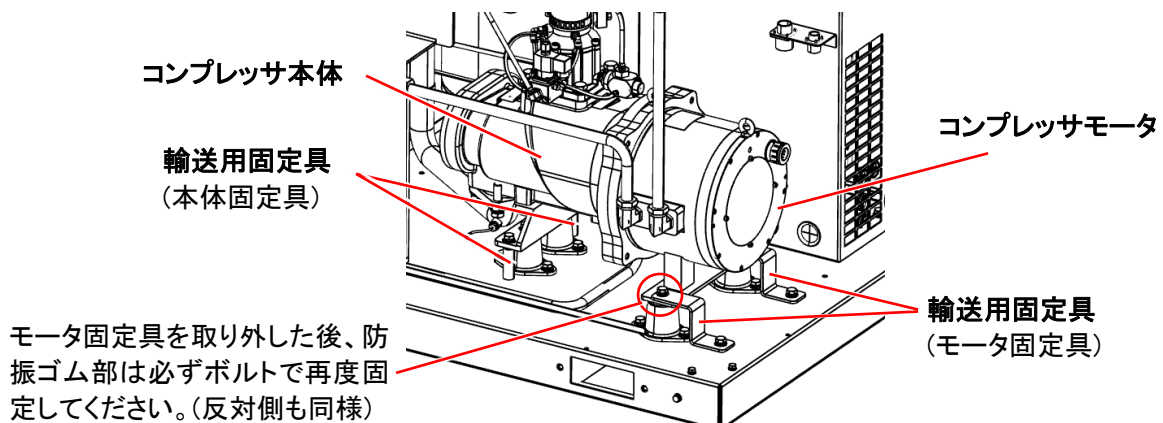

図5.1 輸送用固定具
- (1) 作業前に漏電遮断器(建物側スイッチ)が切れていることを確認してください。
- (2) 正面・背面パネルを外してください。
- (3) 輸送用固定具をすべて取り外してください。(図5.1参照)